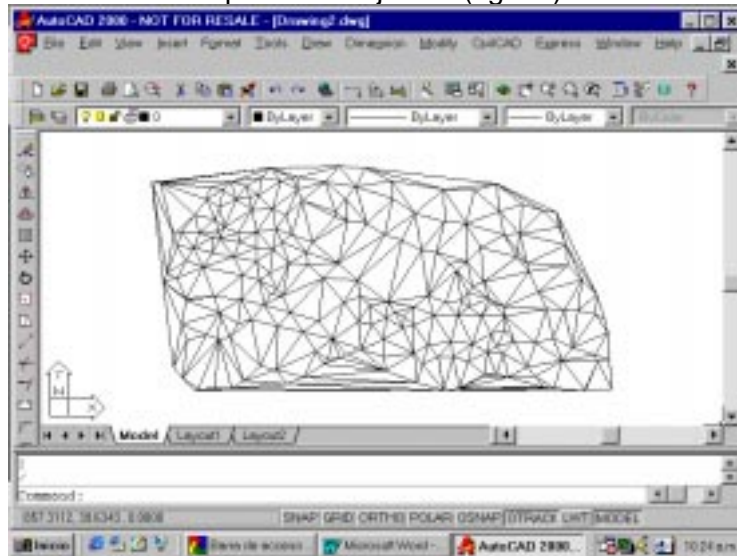

Fig. 20: Triangulación entre puntos X Y Z
- Active la rutina para generar triangulación de terreno y seleccione los puntos dibujados. (fig. 20).